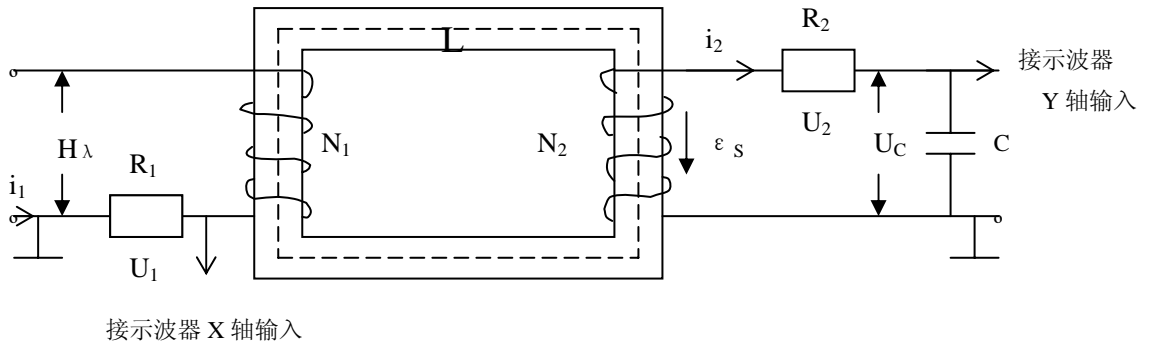

图 4
怎样才能使示波器的 X 轴输入正比于  $H$ , Y 轴输入正比于  $B$  呢? 图 4 为测试磁滞回线的
$$\text{由图 4 副边的回路方程式} \quad \varepsilon_s = i_2 R_2 + u_c \quad (6)$$